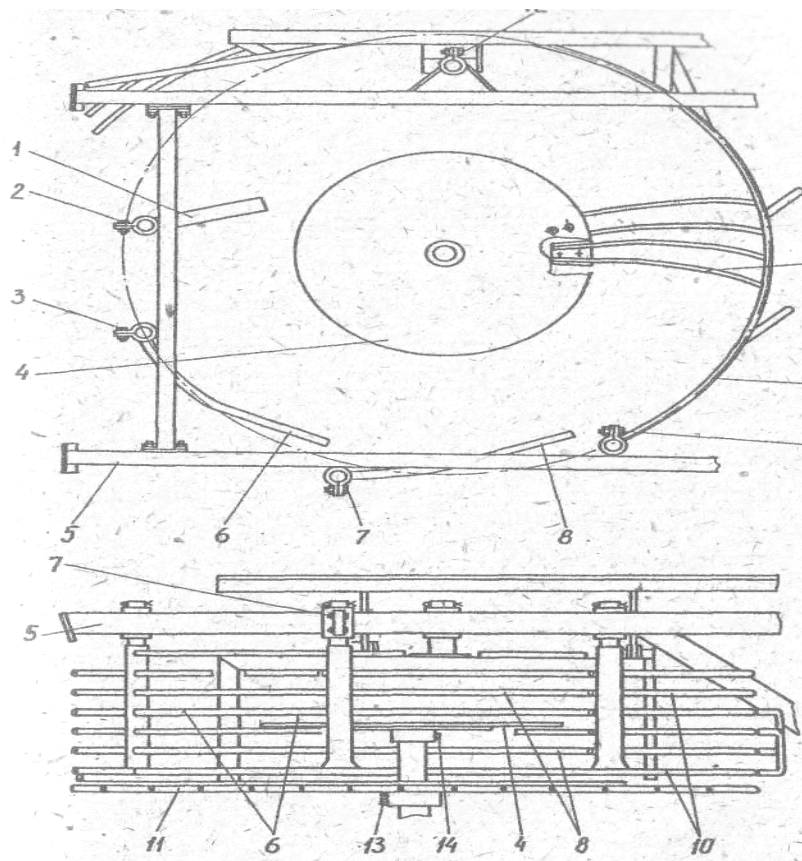

Рис. 9.4. Регулировка сепарирующего ротора.
2.5. Чтобы добиться оптимального отсева земли с сепарирующего ротора 11 (рис.9.4.) необходимо соответствующим образом установить два коротких 6,8 ограждения. Они регулируются по высоте и кроме того их концы могут поворачиваться в сторону центра ротора, образуя ступеньки. Большое ограждение 10 регулируется только по высоте.
3.7.1. Регулировка успокоителя цепи привода подбирающего транспортера осуществляется перемещением кронштейна с успокоителем 19 (см.рис.9.4.) при отпущенных болтах 24.